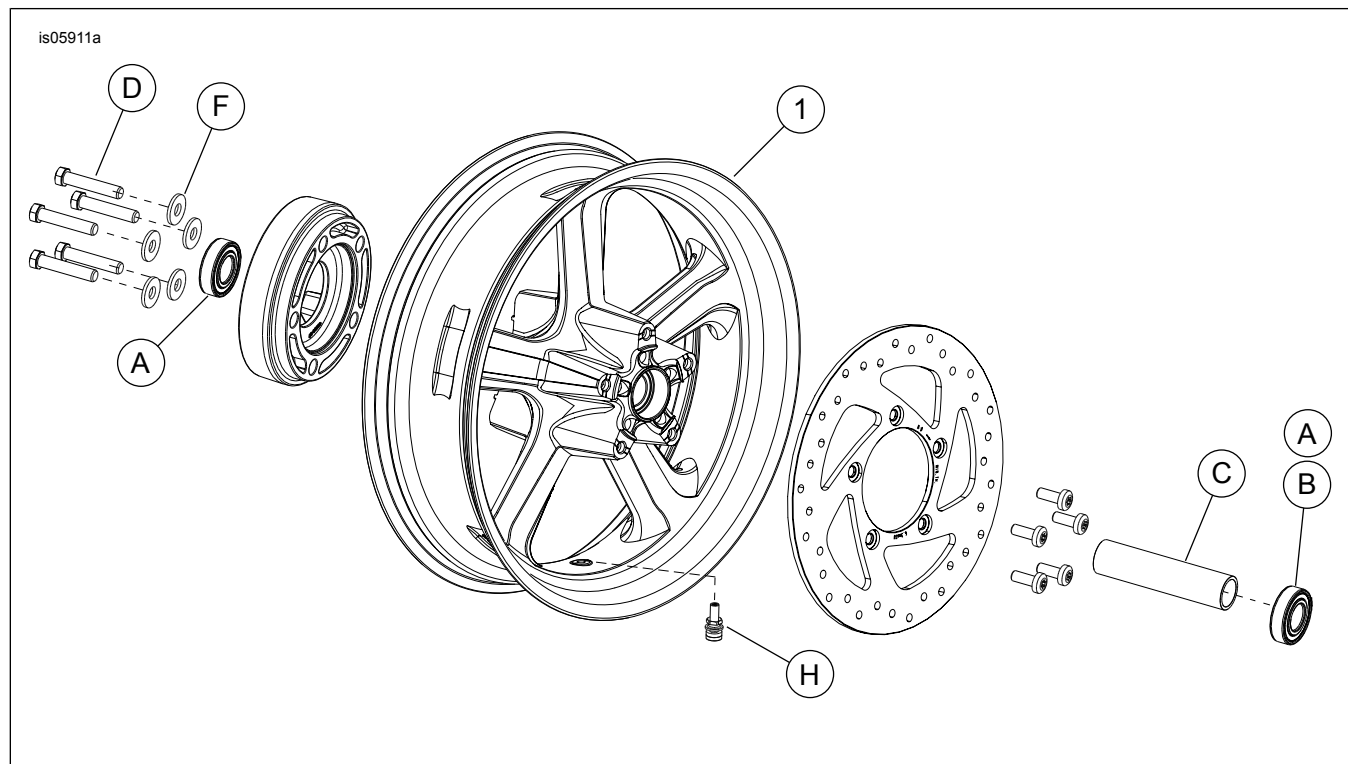

Figura 1. Piezas de servicio: Rueda trasera de aluminio fundido de 5 rayos
Vea Figura 1 y Tablas de piezas de servicio.
2. Vea Figura 1. Instale el conjunto del vástago de la válvula (H) en la rueda. Vea NEUMÁTICOS en el Manual de servicio.